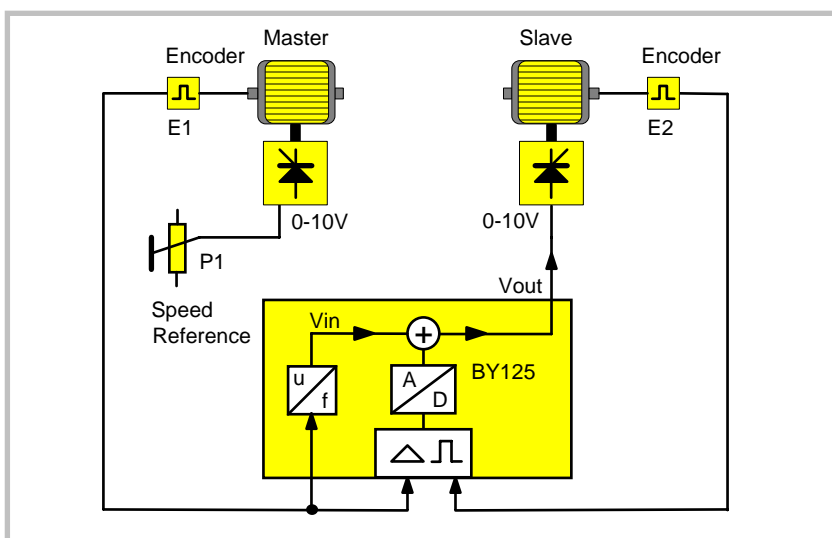

Fig.3
- Mettre les rampes du maître à zéro et utiliser un générateur de rampes externe (tel notre RG125), ou une sortie analogique d'un automate programmable, comme montré figure 3.